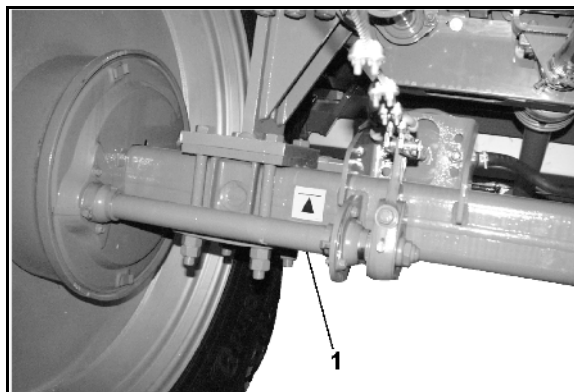

Fig. 128
1. Svitare la calotta del magnete (Fig. 128/1).